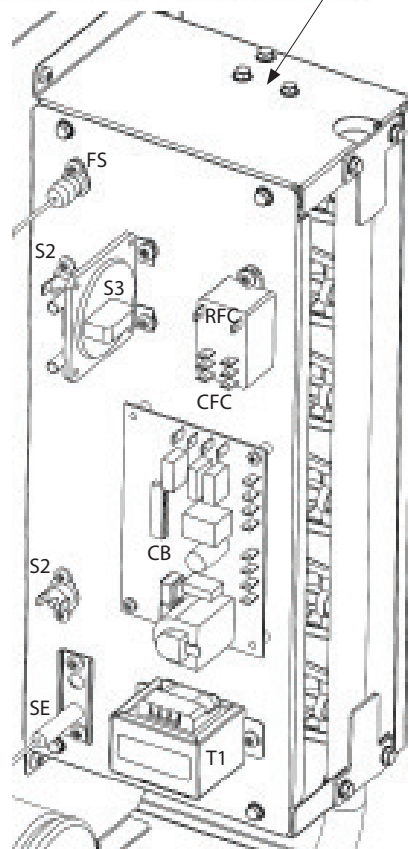

FIGURE 10
- Faites les raccords de tension secteur comme indiqué à la Figure 10. Raccordez le câblage sur place comme indiqué dans le diagramme de câblage de l'appareil. Consultez aussi le diagramme typique dans ce manuel.